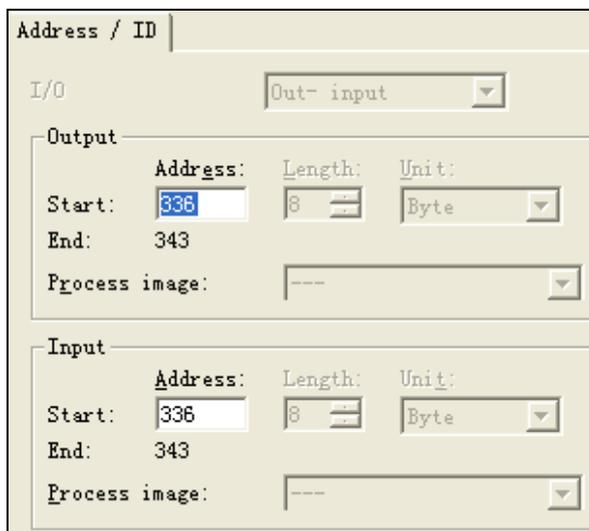

图 3-28 DataLink 数据区地址分配
(2) 添加后双击 2 号槽，对其地址进行分配。将输入 Input 起始地址设为“336”，从 336 至 343 共 8 个字节；将输出 Output 起始地址设为“336”，从 336 至 343 共 8 个字节，如图 3-28 所示。这里可以自由设置，只要不与其它地址重叠并在范围限度之内即可。